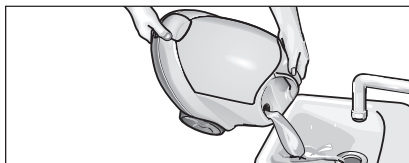

Fig. 12: Clătirea încălzitorului
- Umpleți încălzitorul cu apă și agitați-l puternic (prin această se desprind depunerile de calcar, care s-au depus pe fundul încălzitorului). Vărsați apoi apa, prin înclinarea aparatului spre colțul prevăzut cu o pâlnie de umplere (vezi fig. 12).
- Vărsați din încălzitor întreaga cantitate de apă remanentă (vezi fig. 12).